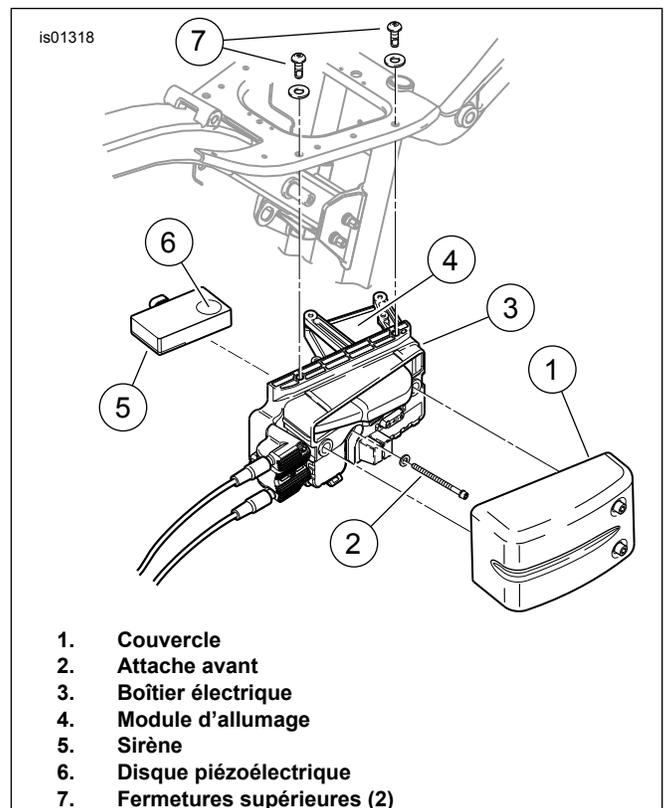

Figure 26. Dyna
1. Figure 26 Retirer le couvercle du chariot électrique (1).
2. Retirer la vis et la rondelle du chariot électrique avant (2).
3. Retirer les deux vis et rondelles supérieures du chariot électrique supérieur (7).